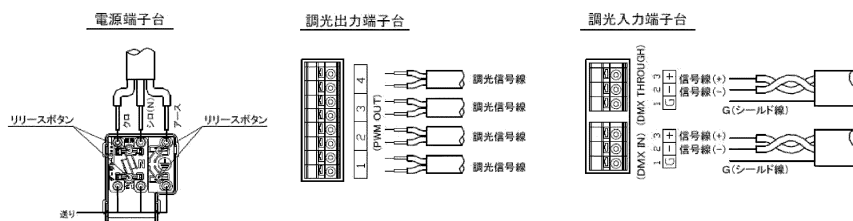

図 3
- ③ DMX ケーブルを引き込み、(図 3) のように本体内部の DMX IN に接続してください。
AC OUT 線を引き込み、(図 3) のように本体の電源端子台に接続してください。
⑤ PWM 線を引き込み、(図 3) のように本体の調光信号端子台に接続してください。